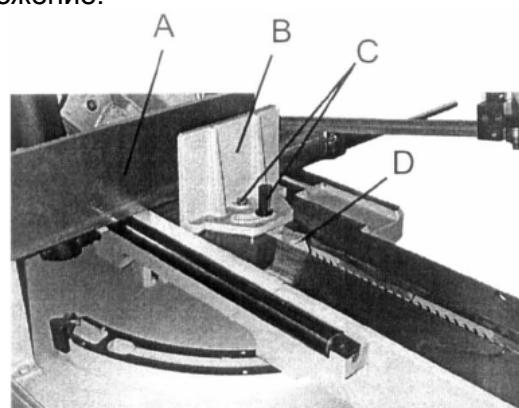

Рис.28
- Ослабьте болты (C, Рис. 28).
- Переместите губку тисков (B, Рис. 28) к неподвижной губке (A, Рис. 28), губки должны быть параллельны друг другу.
- Когда губки будут выставлены параллельно (C, Рис. 28), затяните болты.
- Подтяните зубчатую рейку (D, Рис. 28).